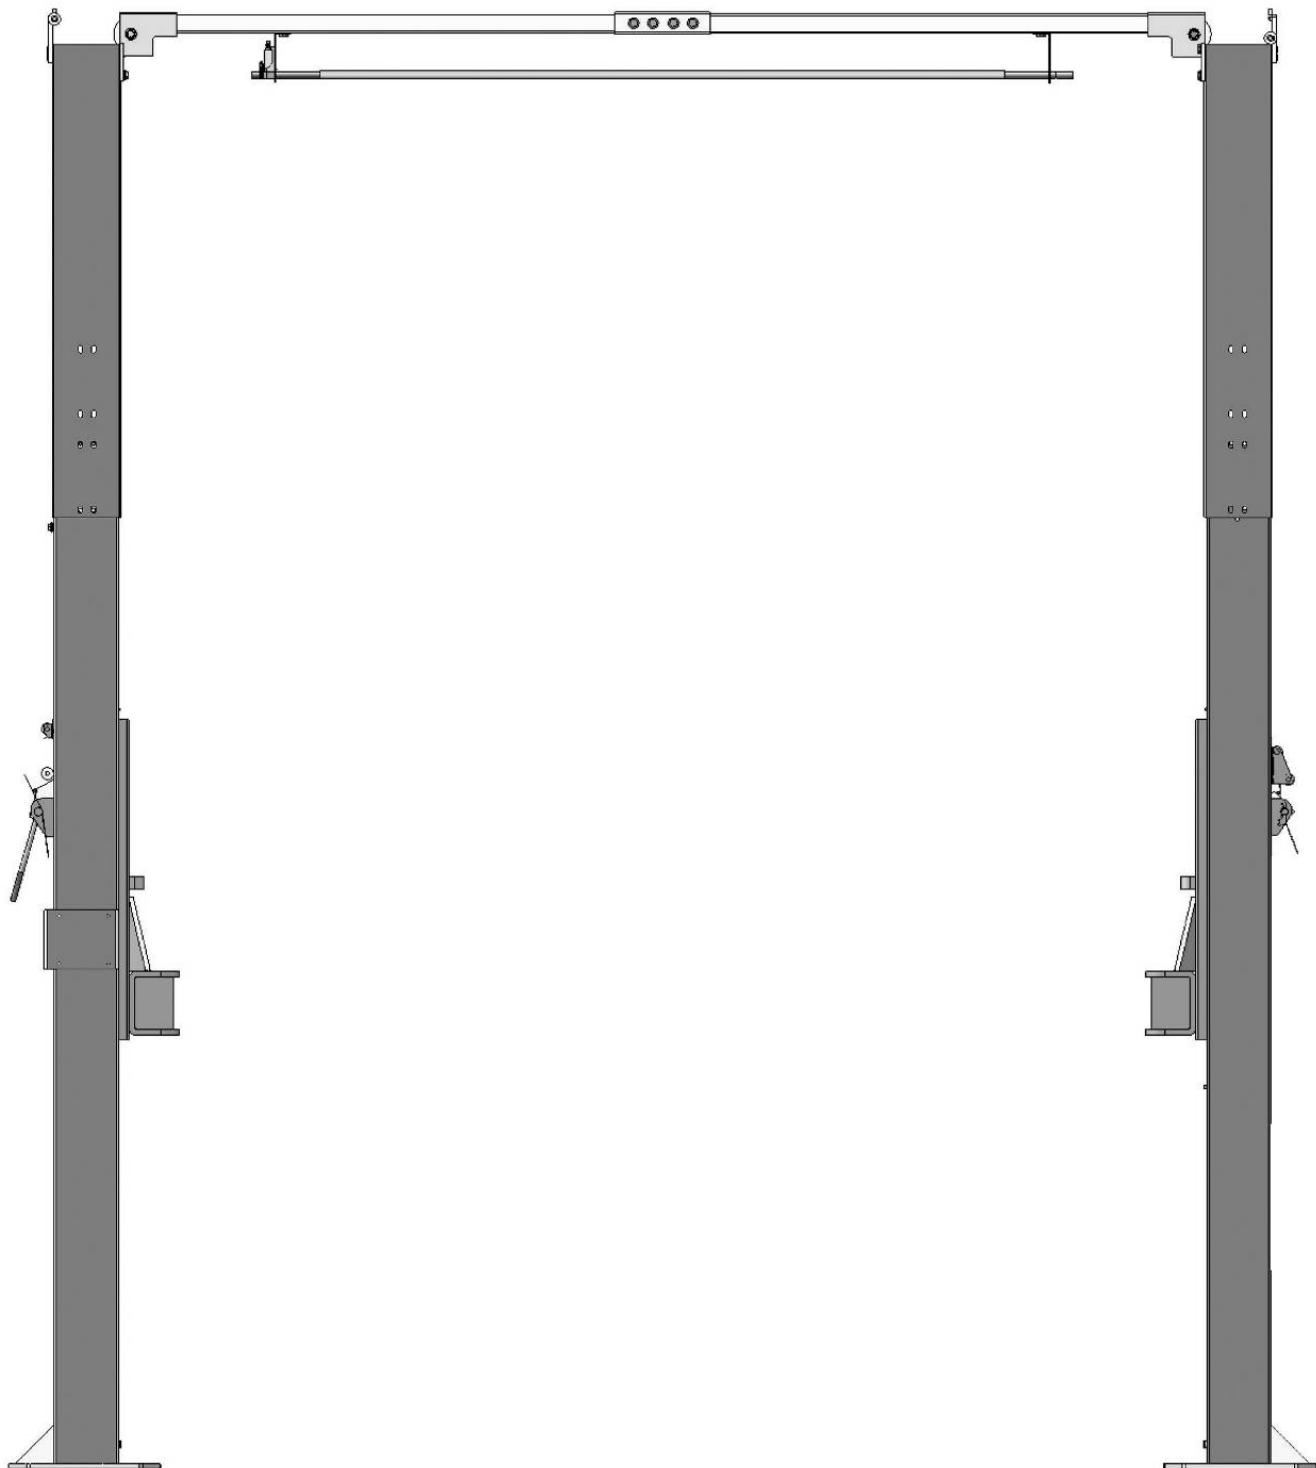

Рис. 22
J. Поднимите каретки на один уровень и зафиксируйте их (См рис. 22).